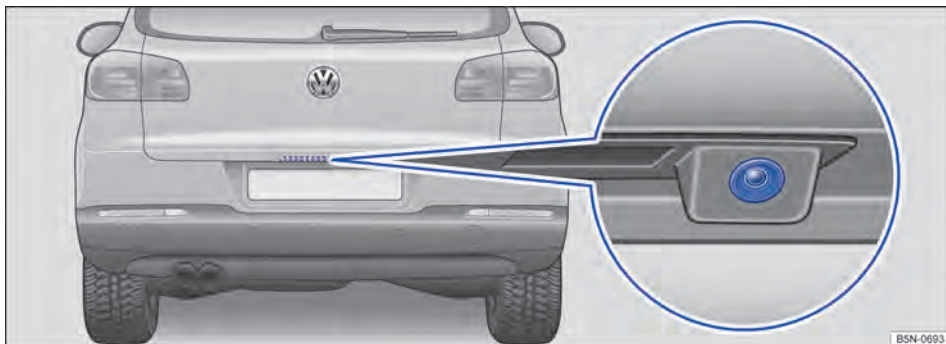

Fig. 160 Na tampa traseira: local de instalação da câmera de marcha a ré.
Uma câmera na tampa traseira ⇒ Fig. 160 auxilia o condutor ao estacionar em marcha a ré ou manobrar. A imagem da câmera é exibida junto com as guias e superfícies de orientação projetadas pelo sistema no display do rádio e do sistema de navegação instalado de fábrica.
- ✓ Uma imagem confiável e clara, por exemplo, condições de visibilidade boas e lentes limpas ⇒ Fig. 160.
A câmera de marcha a ré ⇒ Fig. 160 (lupa) somente fornece imagens bidimensionais. As reentrâncias, bem como os objetos salientes no solo ou as
Manter a lente da câmera ⇒ Fig. 160 (lupa) limpa, sem neve e sem gelo: